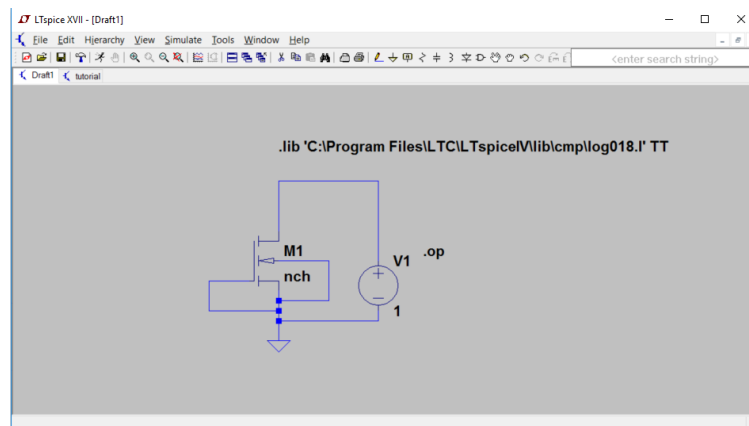

Figure A.10: LT Spice - Adaugarea unei directive SPICE pentru tehnologia de 180nm.
3. Se adaugă comanda *.lib*, calea absolută până la fișierul *log018.l* și colțul tehnologic în care vom face simulările, e.g., *TT* (se observă în Figure A.10)